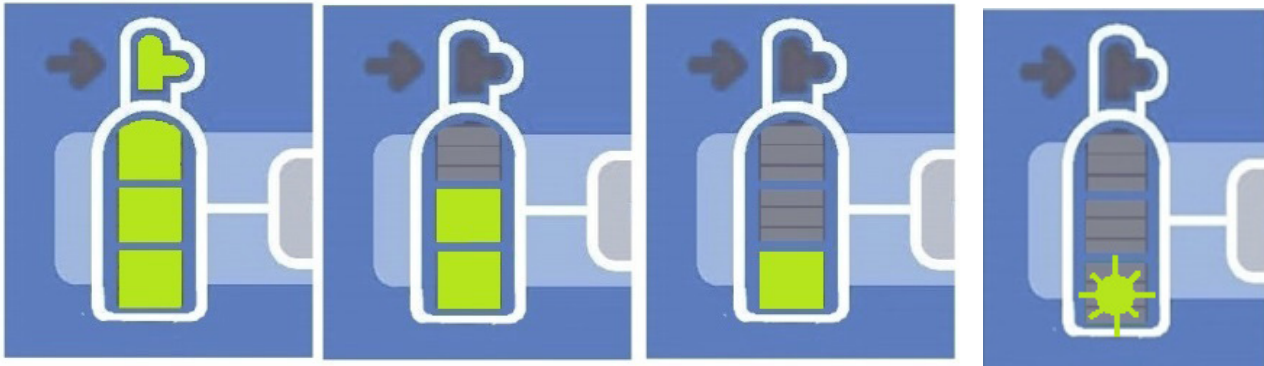

Figura 13: Treguesit e matësit të N2O
- Kuptimi i treguesve të matësit të gazit që tregohen te figura 13.